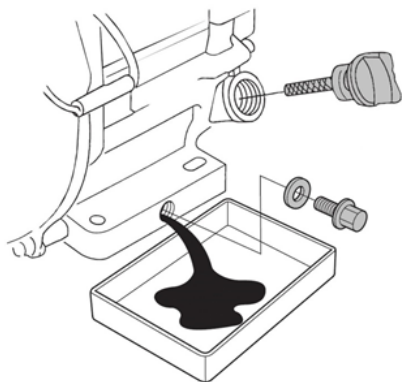

Рис. 22 Замена масла в двигателе
4. Очистите от загрязнений зону вокруг маслосазливной горловины. Извлеките крышку-щуп из маслосазливной горловины (Рис. 22) и протрите щуп чистой ветошью.
5. Откройте пробку для слива масла и слейте отработанное масло в подготовленную для этого емкость (Рис. 22).